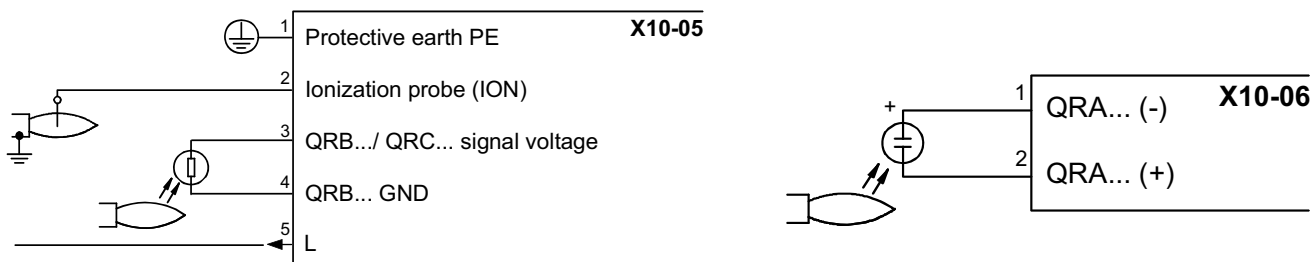

Рис. 60
- Проверить запальный и контрольный электроды, почистить, подрегулировать и, при необходимости, заменить (см. Рис. 55). В случае сомнения, проверить систему контроля после запуска горелки, следуя схеме на Рис. 60).